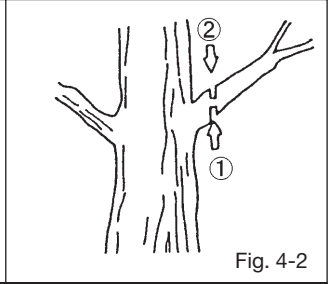

Fig. 4-2
### Leikkuuterä (Fig. 4-2, 3)
- When pruning a limb 4 inch diameter or larger, cut as follows: (Fig. 4-2)